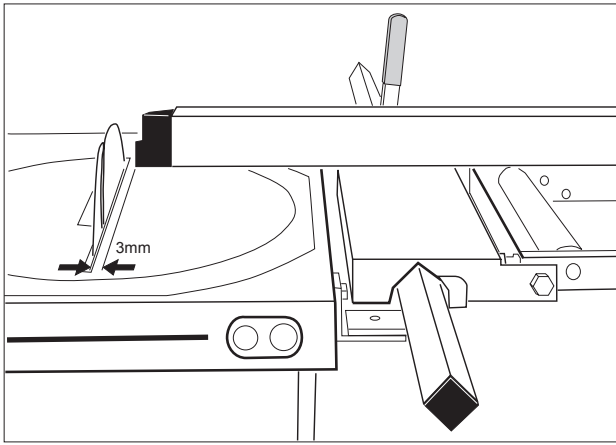

Fig. 6
- Fest anholdet slik at endestykket på anholdet er 3 mm fra sagbladet for at målebåndet skal vise riktig verdi (fig. 6).
På fronten er sagen utstyrt med grønn startknapp og rød stoppknapp (fig. 6). Startknappen er utstyrt med et deksel som kan låses med en hengelås. I tillegg er sagen utstyrt med motorvern og nullspenningsbryter, som ved overbelastning kobler ut motoren for å unngå skade på denne. I slike tilfeller skal man la motoren kjøle seg ned en liten stund før den blir startet igjen. Prøv å unngå overbelastning av motoren.